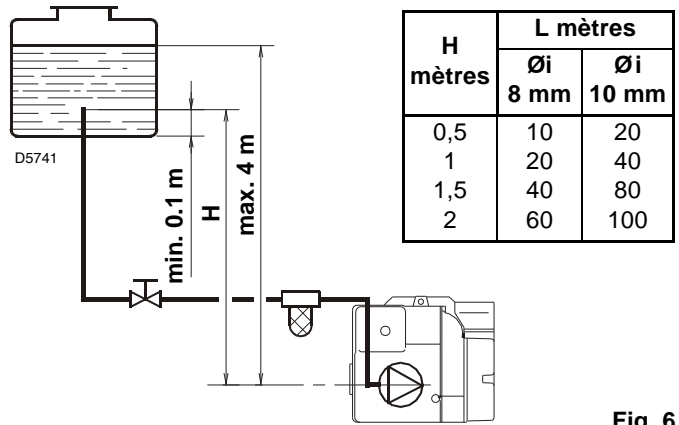
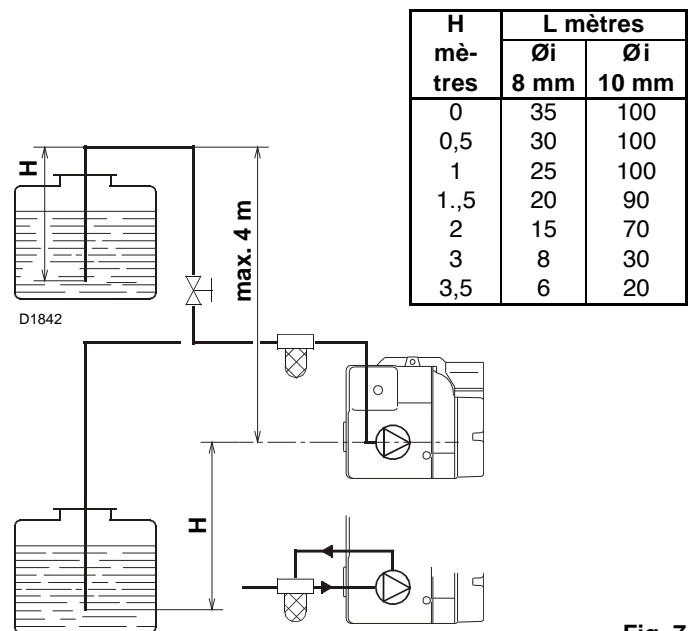

Fig. 6
Fig. 7
La pompe est prévue pour un fonctionnement en bitube. Pour le fonctionnement en mono-tube, il faut dévisser le bouchon de retour 2) (Fig. 6), enlever la vis de by-pass (3) et ensuite revisser le bouchon (2).
Dans l'installation en Fig. 6, il faut desserrer le raccord du vacuomètre 6) (Fig. 6) jusqu'à la sortie du combustible.
Dans les installations en Fig. 6 et Fig. 7, mettre en marche le brûleur et attendre l'amorçage.
Dans les installations par dépression (Fig. 7) la tuyauterie de retour doit arriver à la même hauteur que celle d'aspiration.